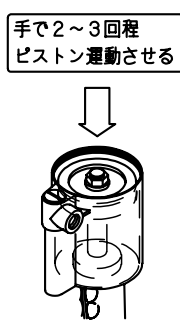

図7-6
- (5) エアーストロンアッセンブリーを押し込み、手で2～3回ピストン運動させた後（図7-6）、再度エアーストロンアッセンブリーを引き抜き、油面を確認してください。